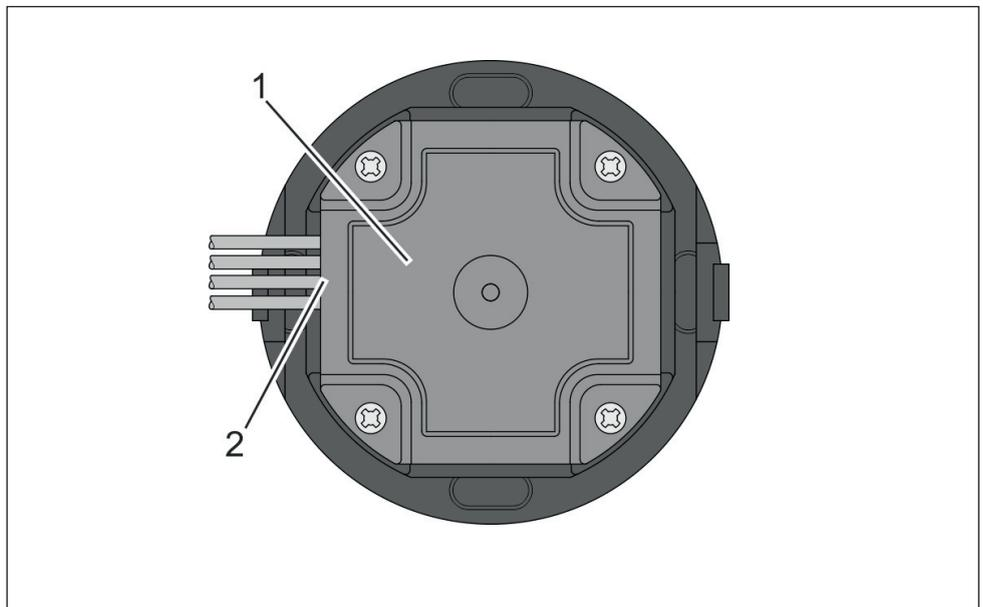

Fig. 11 : Vue arrière du WT 210 / WT 210 BLE avec câble
4. Visser le recouvrement sur la face arrière du WT 210 / WT 210 BLE (Fig. 11/1). Passer les câbles (Fig. 11/2) sur le côté des passages de câble rembourrés.